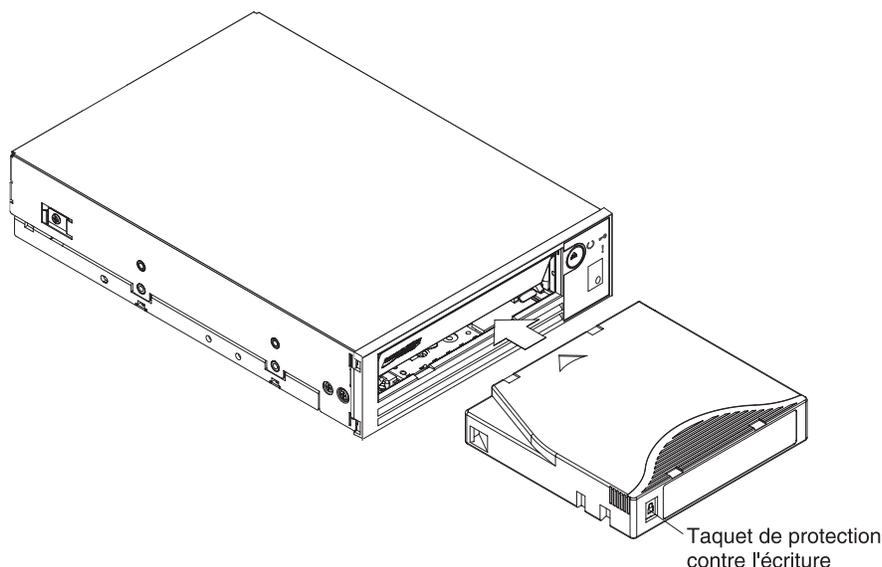

Figure 4. Insertion d'une cartouche dans l'unité
3. Tenez la cartouche de façon que le taquet soit face à vous (voir figure 4, à la page 23).